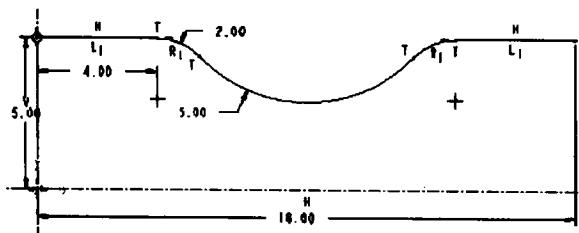

图 1-16
(1) 选择【新建】|【零件】命令，新建一个名为“parameter.prt”的零件模块。
(2) 执行【插入】|【模型基准】|【图形】命令，将图形命名为“Graph1”。绘制坐标、X 轴创建线与 Y 轴创建线，得到如图 1-16 所示的函数图形。